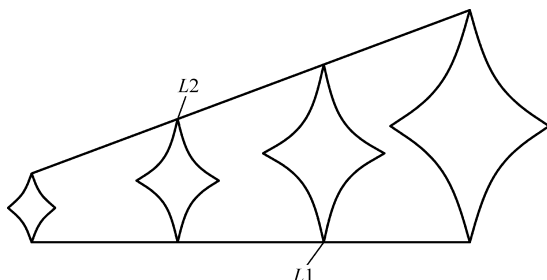

图 3-32 习题 3 图
3. 将大小相等的曲边菱形垂直缩放到两直线 $L1$ 和 $L2$ 之间，结果如图 3-32 所示。